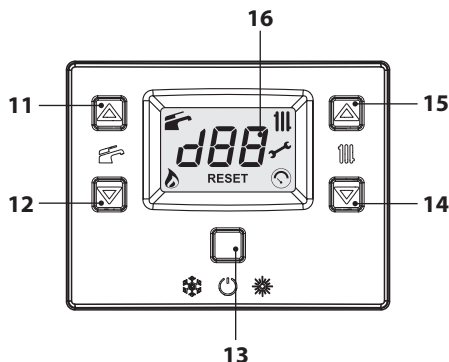

Figura 2.5
- Tenere premuto per 2 secondi il tasto 13 fino a far apparire sul display il simbolo  (Figura 2.5).
La temperatura dell'acqua calda di mandata riscaldamento è regolabile agendo sui tasti 14 (diminuzione) e 15 (aumento) (Figura 2.5) da un minimo di circa 38°C ad un massimo di circa 85°C. Alla prima pressione di uno dei due tasti si ha la visualizzazione del valore di "set", alla seconda pressione si accede alla modifica.
Comunque se la temperatura ambiente non dovesse essere confortevole si può aumentare o diminuire la temperatura di mandata dell'impianto riscaldamento di $\pm 15^\circ\text{C}$ agendo sui tasti 14 (diminuzione) e 15 (aumento) (Figura 2.5).
La temperatura dell'acqua calda sanitaria è regolabile agendo sui tasti 11 (aumento) e 12 (diminuzione) (Figura 2.5) da un minimo di circa 35°C ad un massimo di circa 60°C . Alla prima pressione di uno dei due tasti si ha la visualizzazione del valore di "set", alla seconda pressione si accede alla modifica.